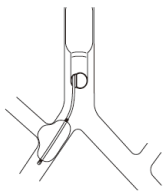

Fig.9
- Til højre thorakotomi skal blokeringsmanchetter positioneres og oppustes for at herniere den let i den øvre lobære bronkus. Dette hjælper med at fastgøre blokeringsmanchetter på plads og helt blokere den højre bronkus (Fig. 9).